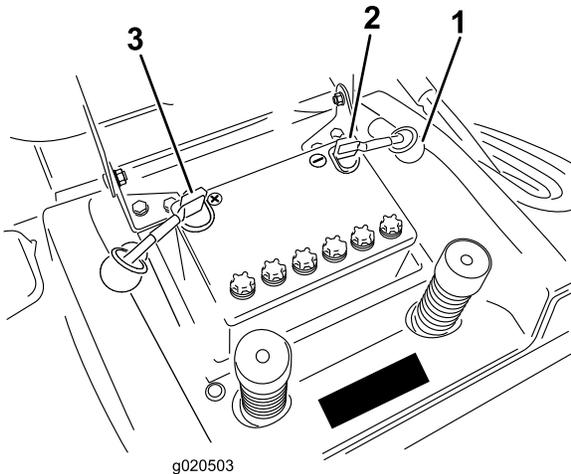

Figura 34
7. Staccate il cavo negativo (nero) di terra dal polo della batteria (Figura 34).
9. Staccate il cavo positivo (rosso) dal polo della batteria (Figura 34).
1. Collocate la batteria sullo chassis volgendo i poli verso la parte posteriore del trattore (Figura 34).
3. Utilizzando il bullone ed il dado ad alette, collegate il cavo positivo (cappuccio rosso) al polo positivo (+) della batteria (Figura 34). Infilate il cappuccio di gomma sul polo della batteria.
4. Utilizzando il bullone e il dado ad alette, collegate il cavo negativo (nero) al polo negativo (-) della batteria (Figura 34). Infilate il cappuccio di gomma sul polo della batteria.